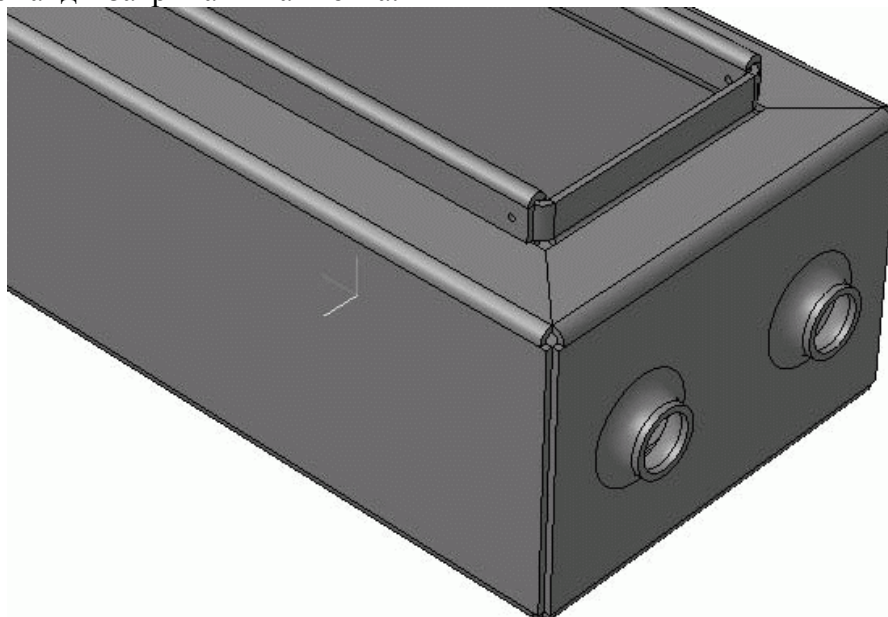

Рис. 3.159. Результат выполнения команды **Открытая штамповка**
13. Самостоятельно освоите команду Открытая штамповка, похожую на рассмотренную выше операцию Закрытая штамповка. Для этого на внешней грани нижней стенки детали создайте два эскиза, содержащих каждый по окружности (окружности должны быть симметричны относительно продольной оси). Затем, основываясь на каждом эскизе, выполните команду Открытая штамповка (рис. 3.159). Настройки операции можете оста-